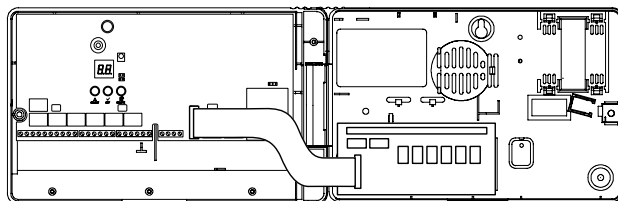

Figura 6. Localização da Placa de Relé
4. Segure a placa de relé no lugar na traseira da caixa (ver a Figura 6). Os relés devem estar na parte de cima e o conector do cabo de fita na parte esquerda. Os quatro parafusos devem corresponder aos quatro orifícios previamente furados na caixa.